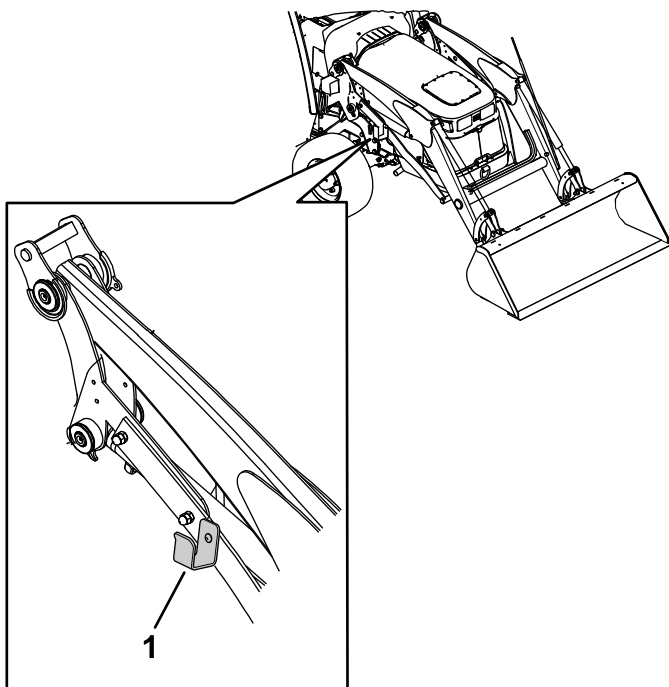

Figura 49
8. Coloque o conjunto de tubos na placa de armazenamento de tubos (Figura 49).